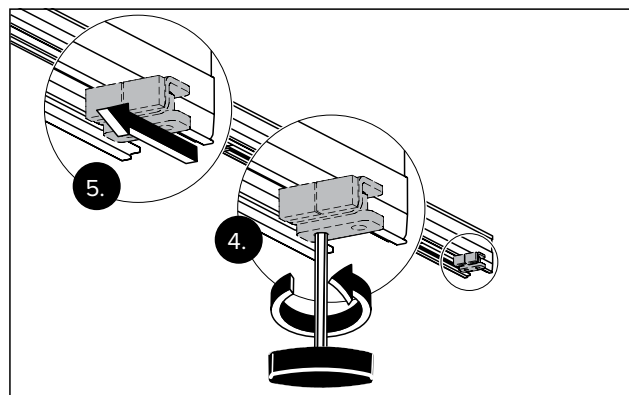

Рис. 16 Сдвиньте концевые упоры вдоль направляющей
- Ослабьте винты на концевых упорах на стороне подключения обоих приводов (рис. 16).
- Толкните концевой упор в сторону центра привода (рис. 16).